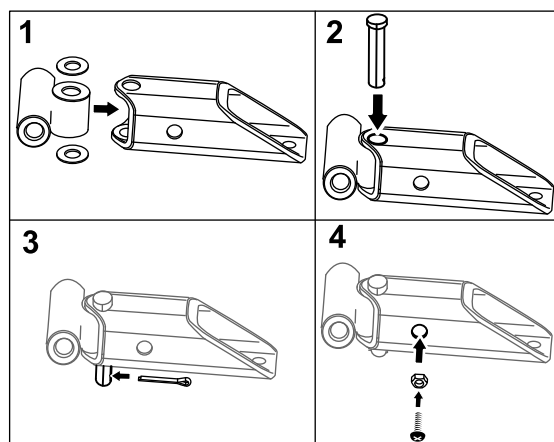

Bild 4
2. Schieben Sie den Lastösenbolzen durch die Oberseite des Schwenkrohrs, die erste Scheibe, die Anbauvorrichtung, die zweite Scheibe und die Unterseite des Schwenkrohrs (Bild 4, Kasten 2).
3. Befestigen Sie sie mit dem Splint (Bild 4, Kasten 3).
4. Setzen Sie jede Schlossschraube (1/2") in eine Klemmmutter (1/2") (Bild 4, Kasten 4).
5. Schrauben Sie jede Schlossschraube in die Seite des Schwenkrohrs (Bild 4, Kasten 4).
1. Legen Sie die zwei Druckscheiben auf jede Öffnung an der Anbauvorrichtung und setzen sie in das Schwenkrohr ein (Bild 4, Kasten 1).